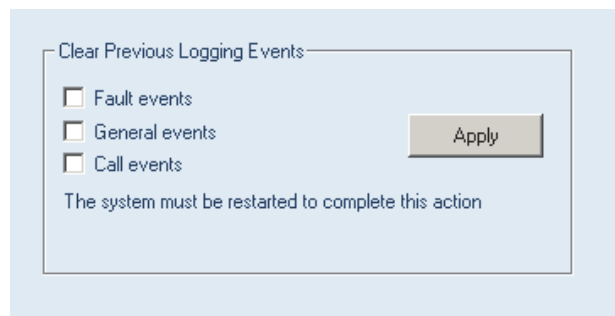

figure 37.10: Clear logging
- 1 Cliquez sur le bouton *Clear logging* dans la barre de navigation. Un écran semblable à celui illustré à la figure 37.10 s'affiche.